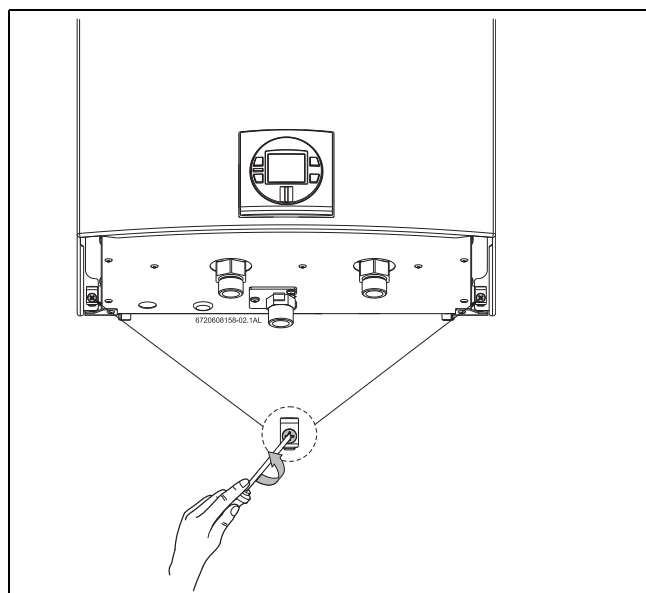

Рис. 1 Ослабьте два винта с крестообразным шлицем
- ▶ 3. Ослабьте два винта с крестовым шлицем внизу задней части прибора, см. рис.1.